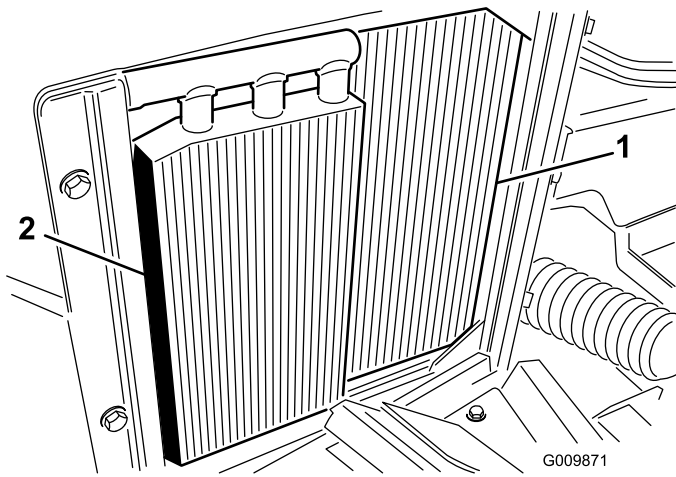

図 54
2. ファン側から水またはエアで吹いて汚れを落とす（図 54）。
3. オイル・クーラ (図 54) を清掃する； たまったゴミをていねいに取り除くこと。